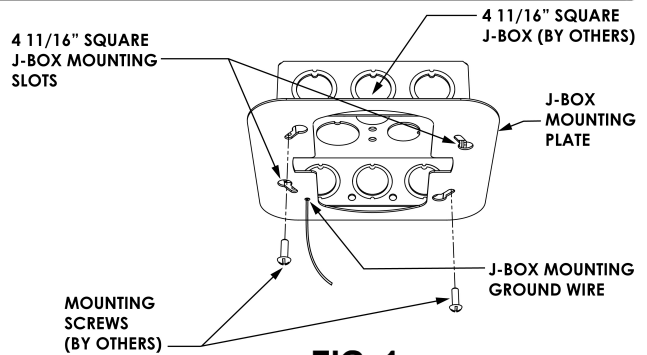

FIG. 1
1. Loosen MOUNTING SCREWS from 4 11/16" SQUARE J-BOX. (FIG.1)
2. Align slots and secure J-BOX MOUNTING PLATE to J-BOX using MOUNTING SCREWS. Face J-BOX MOUNTING GROUND WIRE downward. Make sure J-BOX MOUNTING PLATE is firmly against the ceiling. Do not overtighten MOUNTING SCREWS, this could distort the J-BOX MOUNTING PLATE. (FIG. 1)
1. Desserrez les VIS DE FIXATION DU BOÎTIER DE JONCTION CARRÉ de 4-11/16 po. (FIG. 1)
2. Alignez les fentes et fixez la PLAQUE DE MONTAGE DU BOÎTIER DE JONCTION au BOÎTIER DE JONCTION à l'aide des VIS DE FIXATION. Tournez le FIL DE MISE À LA TERRE DE MONTAGE DU BOÎTIER DE JONCTION vers le bas. Veillez à ce que la PLAQUE DE MONTAGE DU BOÎTIER DE JONCTION soit fermement contre le plafond. Ne serrez pas trop les VIS DE FIXATION, cela pourrait déformer la PLAQUE DE MONTAGE DU BOÎTIER DE JONCTION. (FIG. 1)